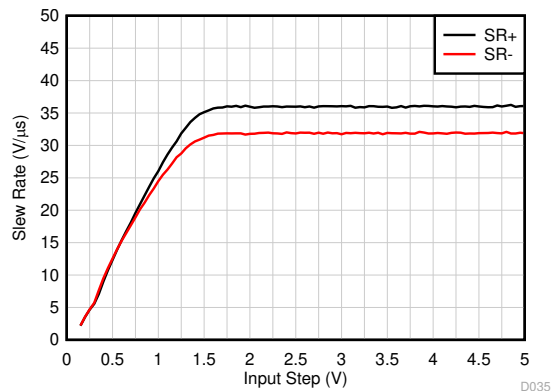

図 5-15. スルーレートと入力ステップ電圧との関係
- (1) 特性評価のみによって規定されています。
- (2) ディセーブル時間 (t_{OFF}) とイネーブル時間 (t_{ON}) は、SHDN ピンに印加される信号の 50% ポイントと、出力電圧が最終値の 10% (ディセーブル) または 90% (イネーブル) レベルに達する時点との間の時間間隔として定義されます。
- (3) 詳細については、図 5-15 を参照してください。